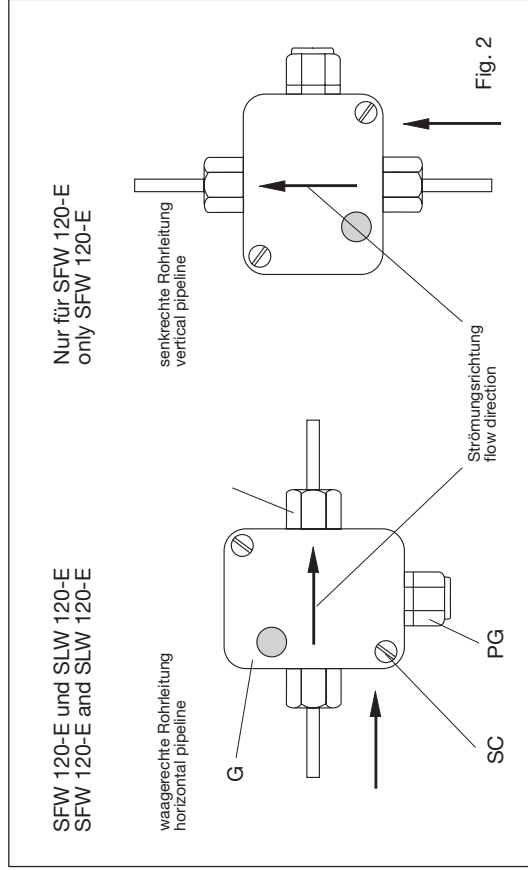

Fig. 2
- Den Einbaort des Strömungswächters wie folgt wählen (siehe Fig. 2):
- Bei waagerechter Leitung Strömungswächter SFW 120-E mit der Verschraubung (PG) nach unten einbauen.
- For best performance the flow monitor should be installed in the pipeline in accordance with the following conditions (see fig. 2).
- For horizontal pipelines the flow monitor SFW 120-E should be mounted with the cable gland (PG) suspended.
- Den Strömungswächter mit dem Pfeil in Strömungsrichtung in die Rohrleitung einbauen (siehe Fig. 2).
- Beide Schlitzschrauben (SC) (Fig. 2) herausrauben und Gehäusedeckel (G) entfernen.
- Install the flow monitor in the pipeline with the arrow showing into the direction of flow (see fig. 2).
- Loosen the retaining screws (SC) (Fig. 2) and remove the cover of the housing (G).